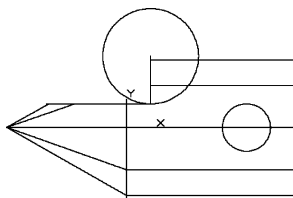

图 13-7 创建圆柱体
(6) 将当前视图设置为左视图方向,以(10,30,-30)为圆心,创建半径为R20、高60的圆柱体;以(50,0,-30)为圆心,创建半径为R10、高60的圆柱体。结果如图13-7所示。